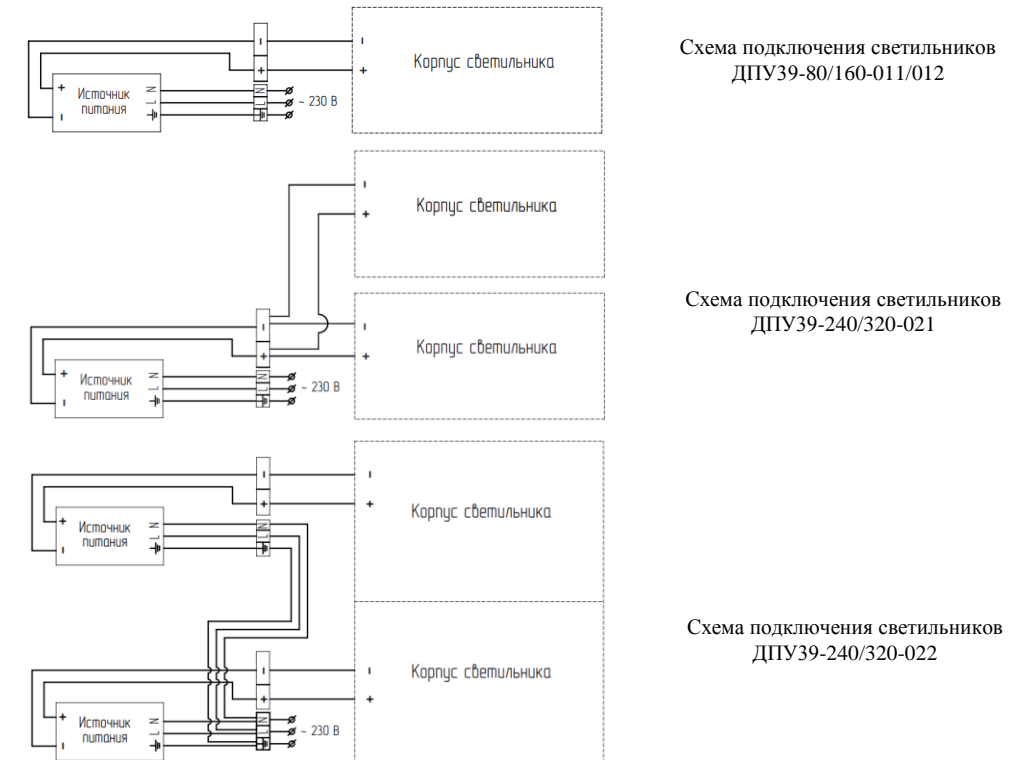

Рисунок 1
- Для подключения светильника к сети имеется герметичный разъём. Подключение светильника производить, соблюдая полярность клемм подключения: L – «фаза», N – «0», ⊕ – «земля» (рис. 1).